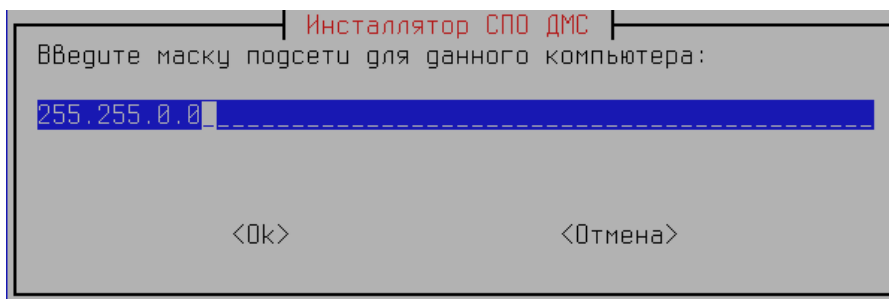

Рисунок 12 — Ввод сетевой маски
3) Следом за IP-адресом необходимо указать маску сети. Указанная маска должна быть одинаковой для всех компьютеров системы и устройств, подключаемых по интерфейсу Ethernet. При объединении отдельных экземпляров ДМС «ЖД-Досмотр» в единый сетевой комплекс маска должна охватить все экземпляры систем. Например, маска 255.255.0.0 позволит создать единый комплекс из 255 систем (Рисунок 12).